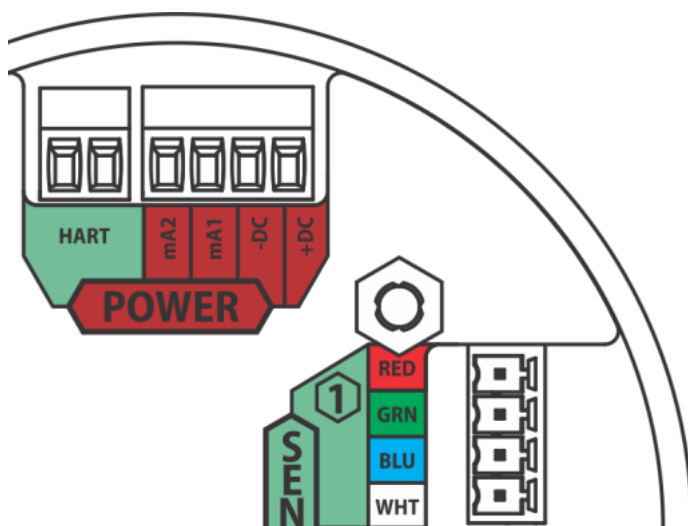

Fig. 31 Voeding, HART en sensoringangen
- (1) Verwijder de ULTIMA X5000 afdekking door deze linksom te draaien.
- (2) Trek aan het metalen beugeltje, waarbij de elektronica wordt verwijderd en dan komen de sensor- en voedingsaansluitingen vrij te liggen.
- (3) Verwijder de rood gekleurde voedingsconnector.
- (4) Gebruik een kleine, platte schroevendraaier om de draadingen op de connector te openen.
- (5) Strip het kabelomhulsel waardoor de afscherming en de vier draden zichtbaar worden.
- (6) Sluit de draden van de voeding en de analoge uitgang aan. Draadlocaties zijn gemarkeerd op de afdekplaat (zie Fig. 31):